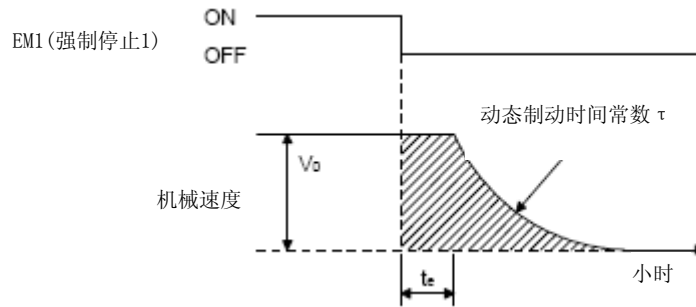

图10.3 动态制动制动图
(1) 惯性运行距离的计算方法
动态制动动作时的停止过程如图10.3所示。停止前的惯性滑行距离的近似值可以通过公式(10.2) 进行计算。动态制动时间常数 τ 根据伺服电机和动作时的转速而发生变化。(参照本项 (2))